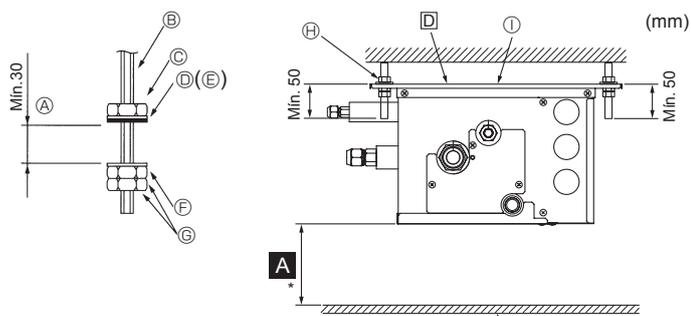

Fig. 6-1
- (2) Coloque as anilhas e as porcas (①, ②, adquira localmente) nos parafusos de suspensão. (Fig. 6-1)
- (3) Pendure a unidade nos parafusos de suspensão.
- (4) Aperte completamente as porcas (verifique a distância do tecto).
- (5) Utilize um nivelador para colocar a caixa de derivação na horizontal.
- Ⓓ Anilha (com almofada) ①
- Ⓕ Anilha (sem almofada) ②